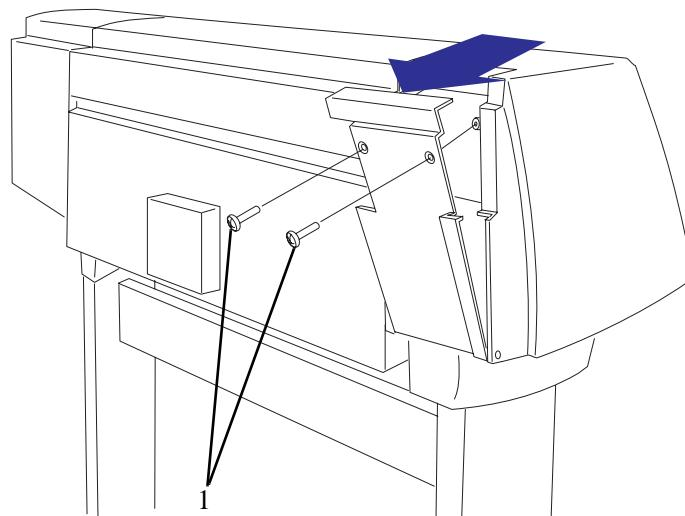

図56: 左側カバーの背面
- 7 2本のT15のネジ(部品1)を外して、左側カバー背面の扉を開けます(図56参照)。